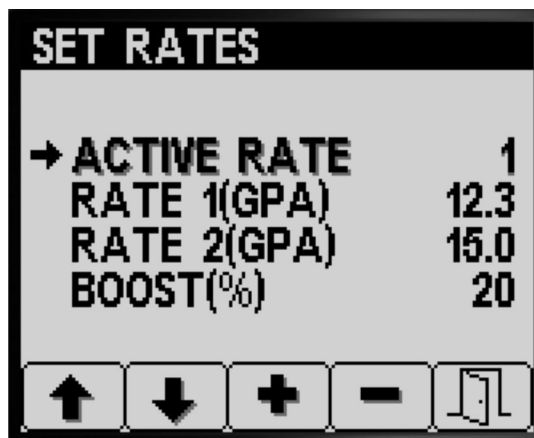

Figure 5
1. Appuyez sur le bouton 1 ou 2 pour naviguer jusqu'à l'option DÉBIT ACTIF (Figure 5).
2. Appuyez sur le bouton 4 pour sélectionner l'option DÉBIT ACTIF (Figure 5).
3. Appuyez sur le bouton 3 ou 4 pour programmer le débit actif à DÉBIT 1 ou DÉBIT 2 (Figure 5).